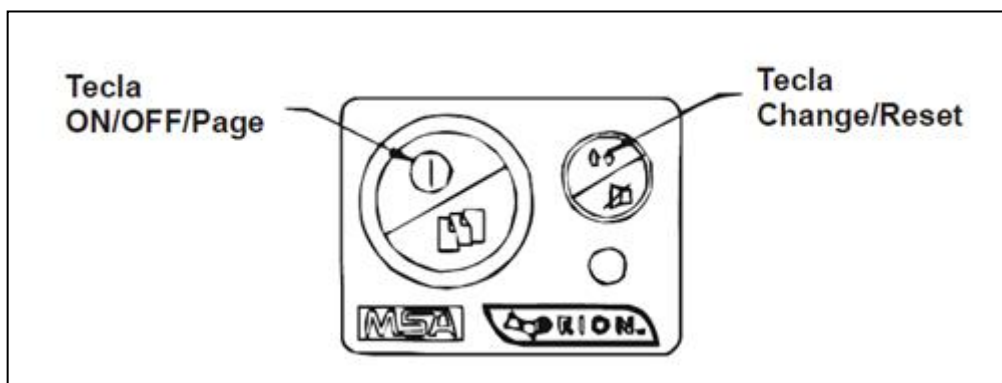

Figura 06 – Botões Liga/ Desliga - Change/ Reset
1. Para ligar o equipamento pressione o botão **ON-OFF/PAGE** (ver Figura 06);
6. O detector multigás Orion soa o alarme quando as concentrações alcançarem o máximo ou mínimo do ponto de ajuste do instrumento, emitindo flashes no display. Para silenciar o alarme pressione o botão **CHANGE/RESET** (ver Figura 06);
- Pressione e segure o botão **ON-OFF/PAGE** por cinco segundos e irá aparecer uma ampulheta, aguarde até o equipamento desligar completamente (ver Figura 06).